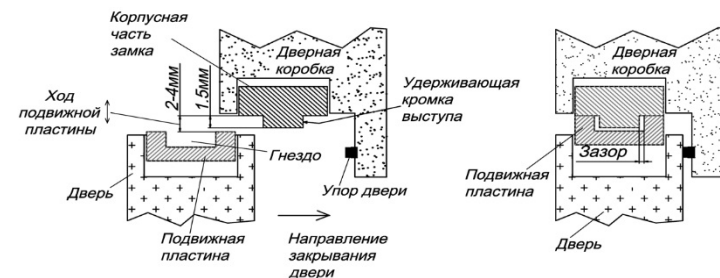

Рисунок 8
5.7 В закрытом положении двери между рабочими кромками на удерживающем выступе и в гнезде должен сохраняться гарантированный ЗАЗОР. При этом подвижная пластина якоря не должна защемляться из-за влияния уплотнения двери, деформации дверного полотна, неточной навески петель и других факторов, создающих «отдачу» двери при закрывании (рисунок 8).